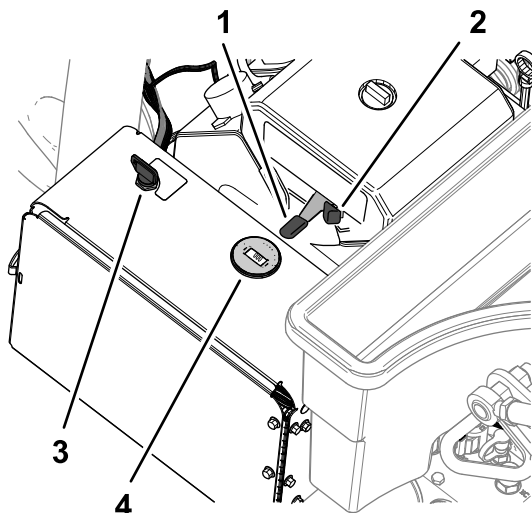

図 78
2. スロットルレバー **図 78**を低速位置に動かす。